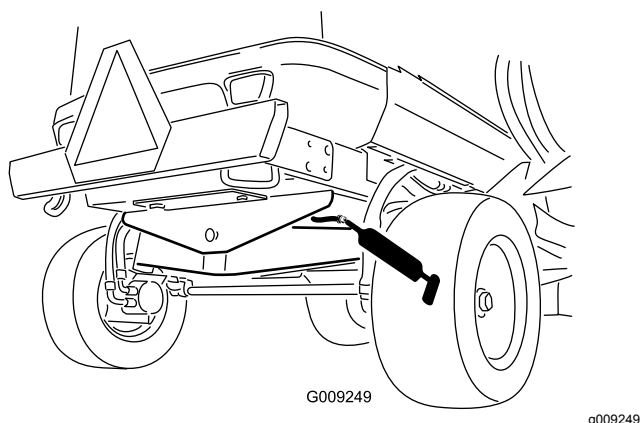

Рисунок 79
- Втулка шарнира заднего моста (1 шт.) (Рисунок 79)